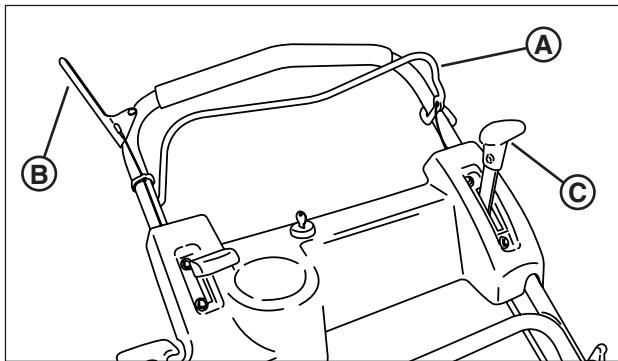

Figure 1 : Commandes de la tondeuse
- Vérifier la commande de lame (**A**, **Figure 1**), la commande d'entraînement (**B**), et la commande de vitesse d'avance (**C**) pour s'assurer qu'elles fonctionnent librement.